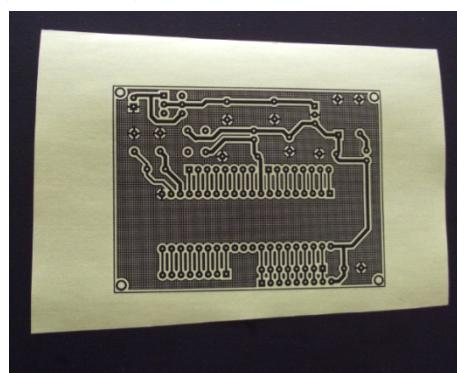

图 6-6.84 将 PCB 打印到热转印纸上
**Step1：** 将 PCB 图打印到热转印纸上，如图 6-6.84 所示。